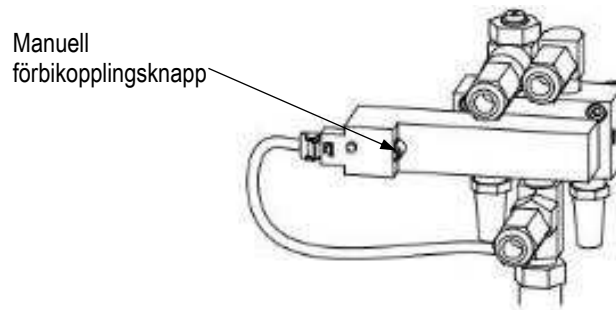

Bild 8
5. Tryck ned och släpp den manuella förbikopplingsknappen på luftmatningsventilen på baksidan av Terminator-maskinen tills terminalen är ovanför mothållet (se bild 8).